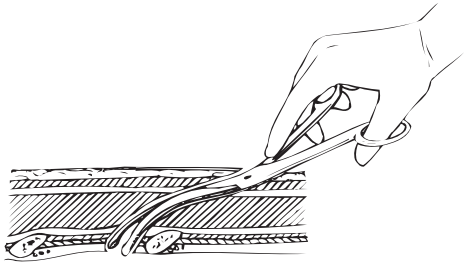

図 2
4. カテーテル引き出し経路に沿ってコッヘル鉗子を挿入する。（図2）